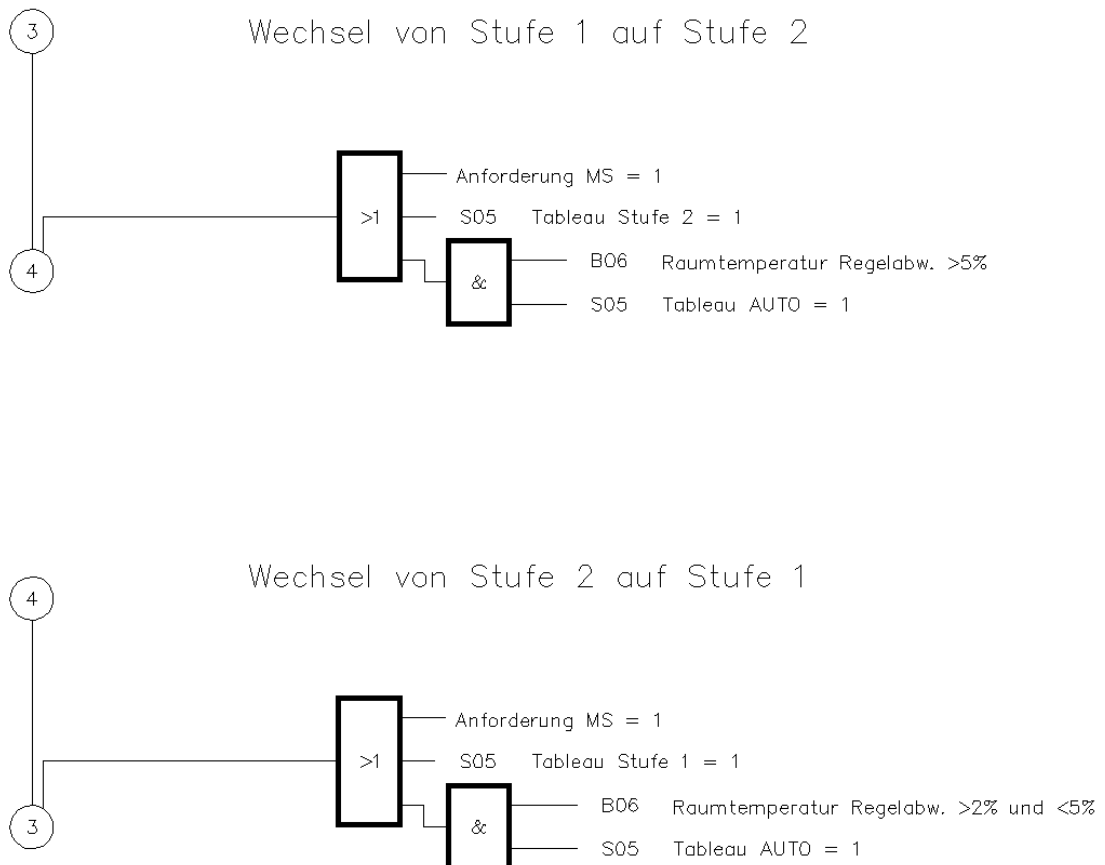

Bild 1.26 – Wechsel von Stufe 1 auf Stufe 2 und umgekehrt
- Da somit bereits alle Voraussetzungen erfüllt sind, können Sie auf das UND-Gatter mit der Freigabe verzichten (Abb. 1.26 oben).